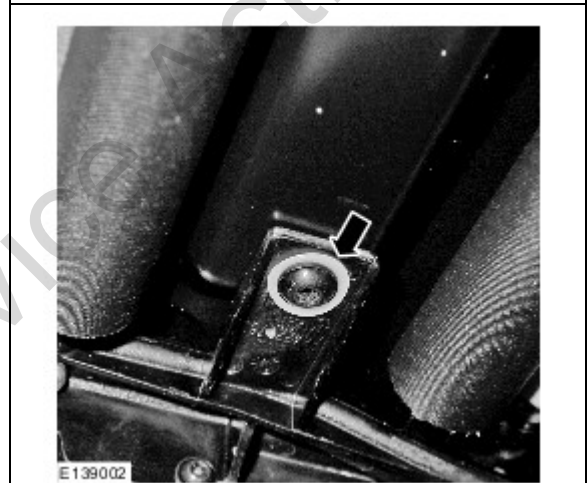

Figure 12
17. Install the new Torx bolt. (Figure 12)